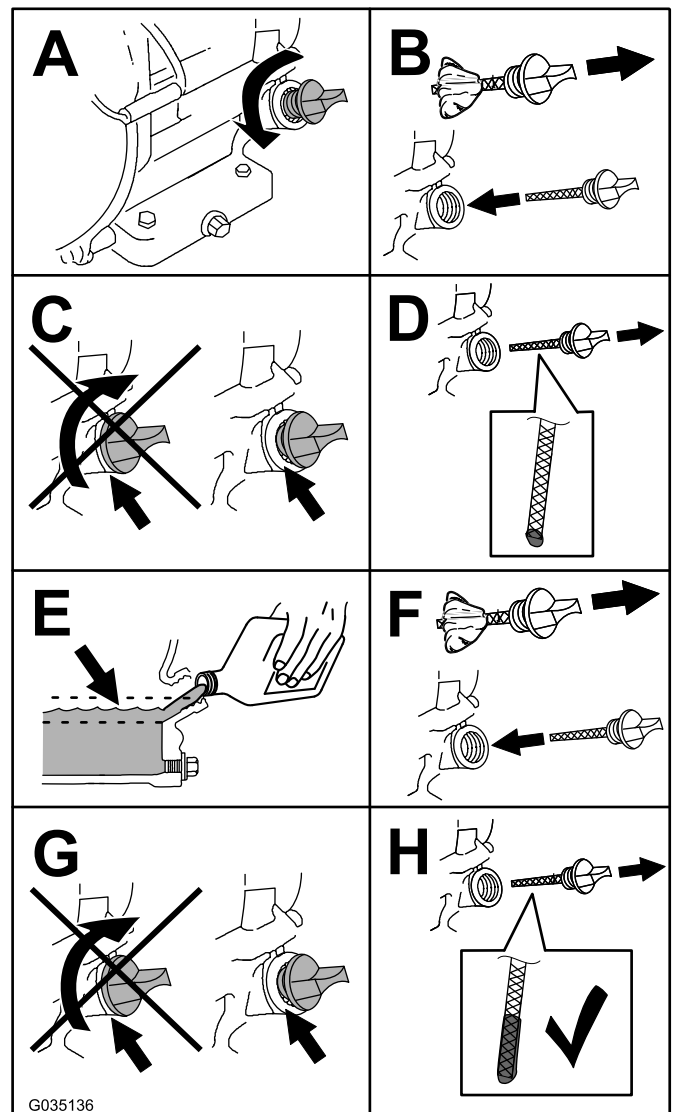

Figura 44
5. Compruebe el nivel de aceite como se muestra en la Figura 44.